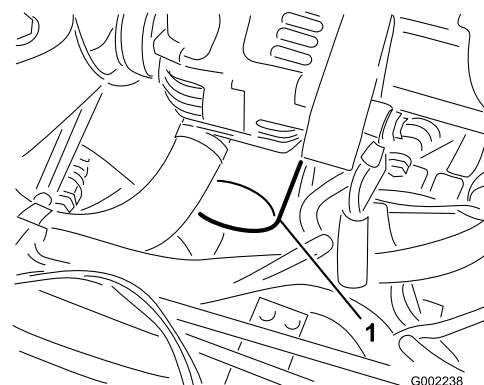

図 42
7. 古いオイルフィルタ（図 42）を外す。
10. アダプタに新しいフィルタを取り付ける。ガスケットがアダプタに当たるまで手でねじ込み、そこから更に 1/2 回転増し締めする (図 42)。